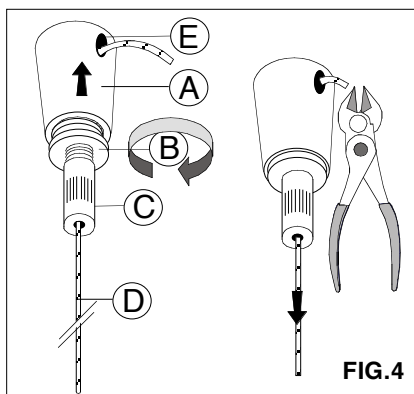

FIG. 4
- Far passare il capo del cavetto nel foro **E** ed avvitare il bussolotto **B** ad **A**. Stabilire la lunghezza idonea tagliare il cavetto in eccedenza e bloccare il cilindretto **C**. **FIG. 4**
- Insert the head cable in the hole **E** and screw part **B** to part **A**. Determine the proper length, cut the exceeding cable and fix the cylinder **C**. **FIG. 4**
- Passer la tête du cavet en acier dans le trou **E** et visser la douille de serrage **B** à **A**. Fixer la bonne longueur, couper le cordon de surplus et bloquer le cylindre **C**. **FIG. 4**
- Das Ende des Kabels ins Loch **E** durchpasse und Würfelbecher **B** zu **A** schrauben. Mit der geeigneten Länge, das Kabel in Überschub schneiden und den Zylinder **C** befestigen. **FIG. 4**